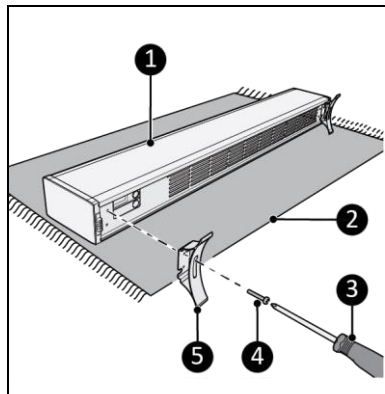

Abbildung 6
1. Legen Sie das Gerät auf eine stabile weiche Oberfläche (Abbildung 6, Pos. 2).
2. Platzieren Sie die Sockel (Abbildung 6, Pos. 8) an beide Seiten des Hauptkörpers (Abbildung 6, Pos. 1).
3. Schrauben Sie die Sockel mit einer kleinen Schraube (Abbildung 6, Pos. 4) mit einem Phillips Kreuzschlitzschraubendreher (Abbildung 6, Pos. 3) fest.